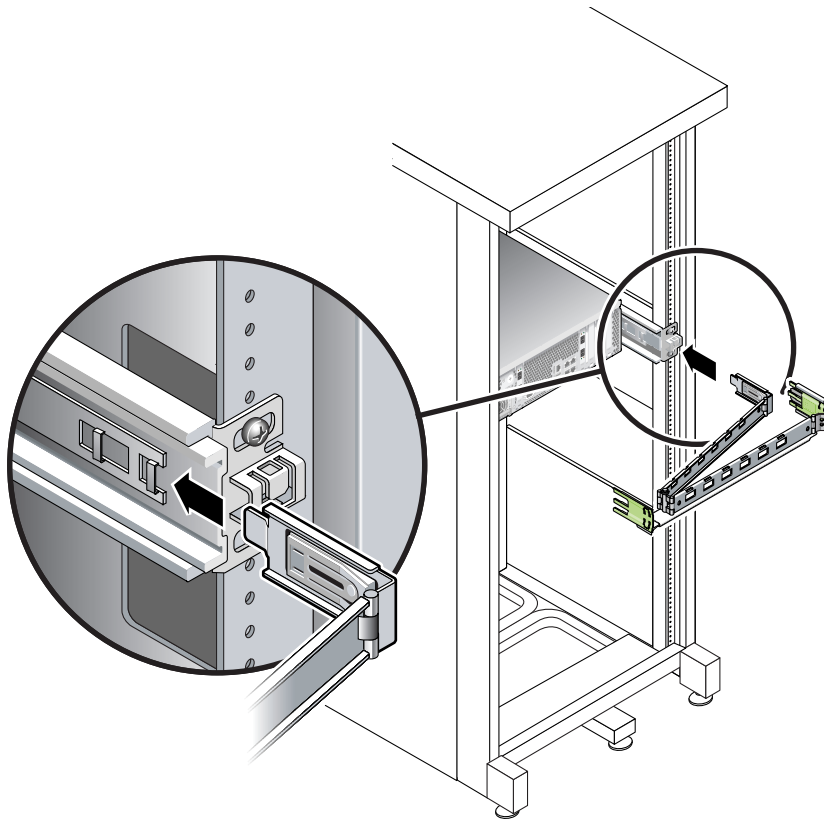

FIGURE 2-22 Montage du connecteur CMA interne
2. Insérez la plus petite des extensions dans le clip situé à l'extrémité du support de montage (FIGURE 2-22).